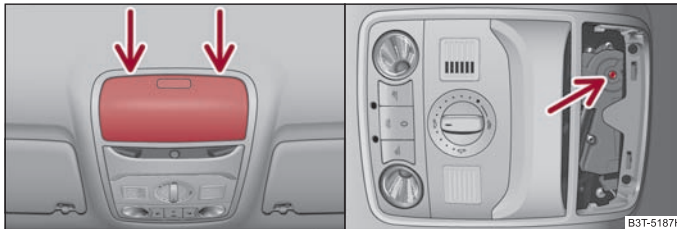

Abb. 42 Ausschnitt des Dachhimmels: Ansatzpunkt des Schraubendrehers / Notbetätigung
- Setzen Sie einen Schraubendreher mit der flachen Klinge vorsichtig an der hinteren Seite der Abdeckung für den elektrischen Antrieb an ⇒ Abb. 42 - links.
- Stecken Sie einen Innensechskantschlüssel, Gr. 4, bis zum Anschlag in die Öffnung und schließen bzw. öffnen Sie das Schiebe-/Ausstelldach ⇒ Seite 59, Abb. 42 - rechts.